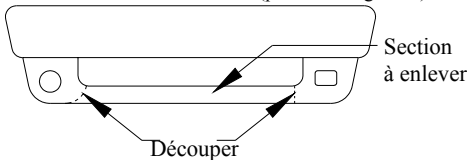

FIGURE 1
①	Qté (2)	Boulon hexagonal, 1/2-13 x 1-3/4 po	③	Qté (2)	Écrou de levier, 1/2 po
②	Qté (2)	Rondelle conique, 1/2 po	④	Qté (4)	Boulon hexagonal, M10 x 1.75 x 45
****REMARQUE : Tous les véhicules Mazda ainsi que les modèles Ford Rangers 1993 à 1997 dotés de phares antibrouillard nécessiteront un découpage important du carénage. Voir la figure 1. CONSULTER LE PROPRIÉTAIRE DU VÉHICULE .**